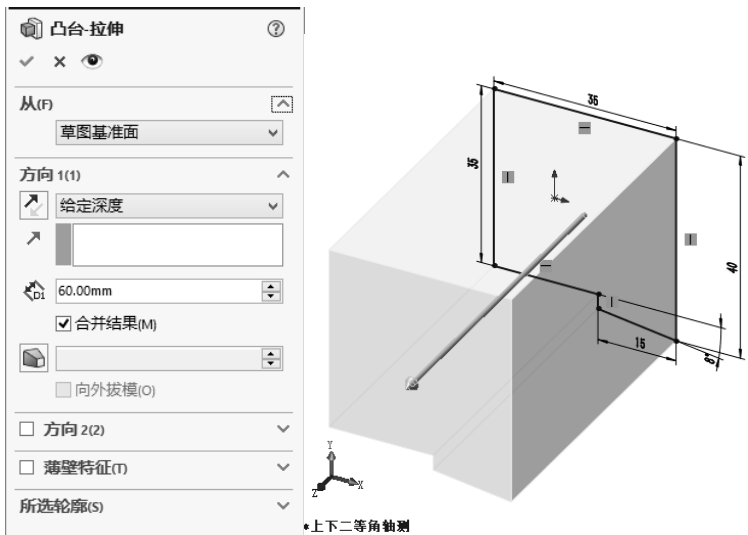

图 3-68 设置凸台拉伸参数
**05** 创建凸台拉伸特征。单击“特征”控制面板中的“拉伸凸台/基体”按钮，在弹出的“凸台-拉伸”属性管理器中输入拉伸深度数据并确认其他选项，具体参数设置如图 3-68 所示。单击“确定”按钮，完成凸台拉伸特征的创建，效果如图 3-69 所示。